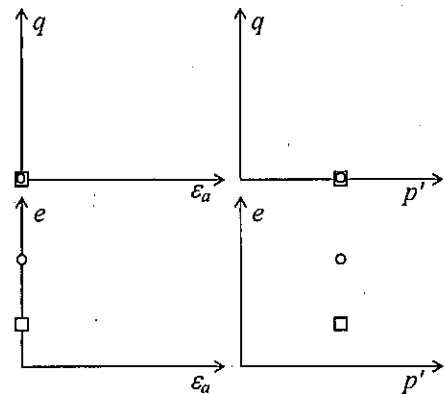

図 1 (Figure 1)
- (1) CD試験における正規圧密粘土と過圧密粘土のせん断時の応答について、図 1 に示すようなグラフを用いて定性的に説明せよ。
Illustrate the shearing behavior of normally consolidated and over-consolidated clay samples in the CD test qualitatively using the graphs as Figure 1.
- (2)  $\overline{CU}$ 試験における正規圧密粘土と過圧密粘土のせん断時の応答について、図 1 に示すようなグラフを用いて定性的に説明せよ。
Illustrate the shearing behavior of normally consolidated and over-consolidated clay samples in the  $\overline{CU}$  test qualitatively using the graphs as Figure 1.